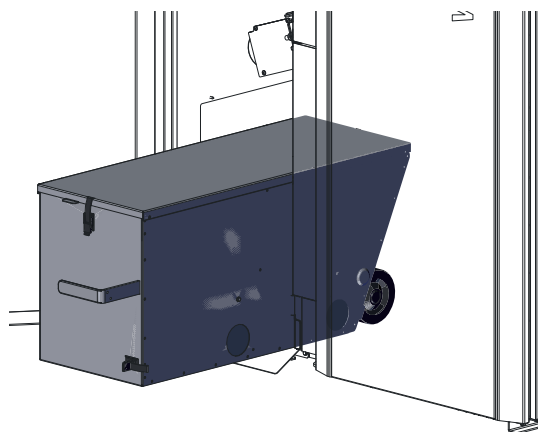

Fig. 123 Inserire il contenitore cenere
- ▶ Infilare il contenitore cenere – Fig. 123.